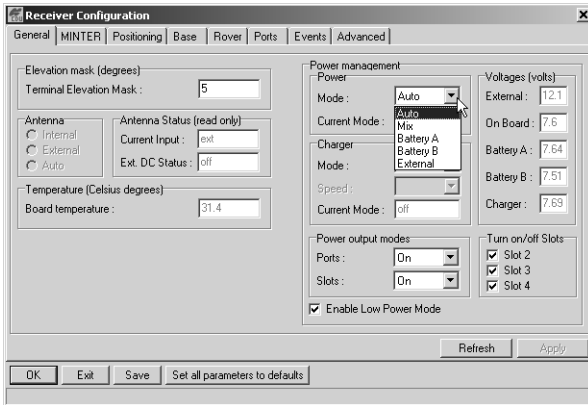

Figura 2-14. Seleccionar Modo de Energía
3. Seleccione la lista desplegable Power Mode (Modo de Energía) para configurar la fuente de energía deseada (Figura 2-14). Current Mode (Modo Actual) despliega la fuente actual de energía.